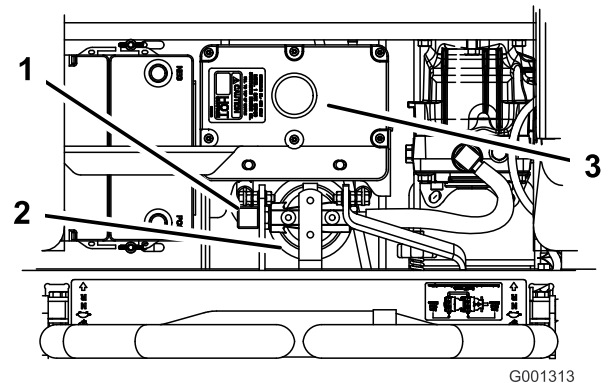

Figura 72
4. Retire el manguito hidráulico de la derecha a su entrada en el adaptador (Figura 72).
6. Vuelva a instalar el manguito hidráulico de la derecha en el adaptador (Figura 72).